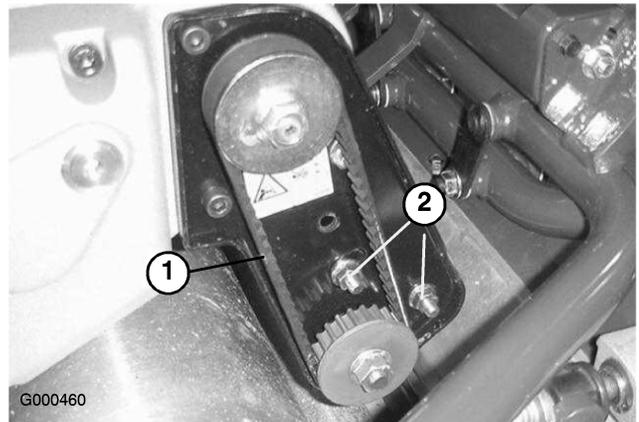

図 36
A. ベアリング・ハウジング取り付けナットをゆるめる（図 36）。
- C. ベアリング・ハウジング取り付けナットを締め付ける（図 36）。ベルトを締め付けすぎないように注意する。